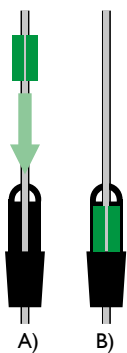

Abbildung 1. Kabelgewichte und Befestigungsschleife werden mit einem Spannkeil am Kabel befestigt (A-B).
- Wenn die Flüssigkeit dickflüssig ist oder seitliche Bewegungen des Schwimmkörpers eher unerwünscht sind, empfehlen wir den Einsatz von größeren Kabelgewichten, die wir auf Wunsch mitliefern können. Die Gewichte werden mit einem Spannteil am Kabel befestigt (Abb. 1).